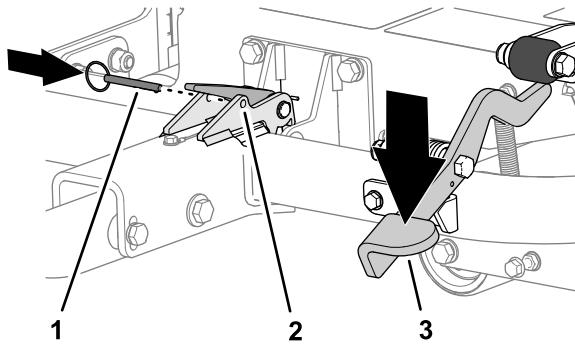

Рисунок 20
4. Вставьте стопорный штифт в отверстия защелки (Рисунок 20).
3. Нажимайте на педаль сцепки, пока сцепка не зафиксируется на месте (Рисунок 20).